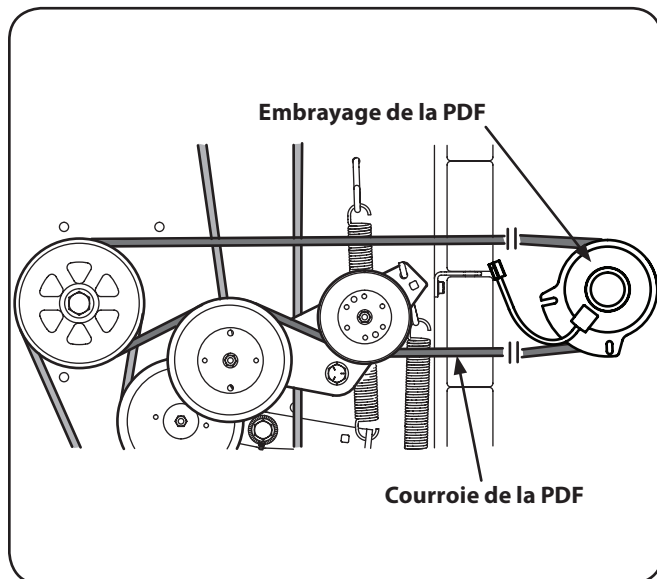

Figure 7-5
1. Retirez la courroie de la prise de force du plateau de coupe comme indiqué dans la sous-section *Démontage du plateau de coupe*. Retirez ensuite la courroie de l'embrayage de la prise de force. Voir Figure 7-5.
2. Installez la courroie de la prise de force comme indiqué à la Figure 7-5. Après avoir installé la courroie autour de la poulie de la prise de force, insérez un bras de force de 1/2" dans le support de la poulie de tension, puis tournez-le vers la droite de la tondeuse pour compléter l'installation de la courroie autour de la poulie de tension.